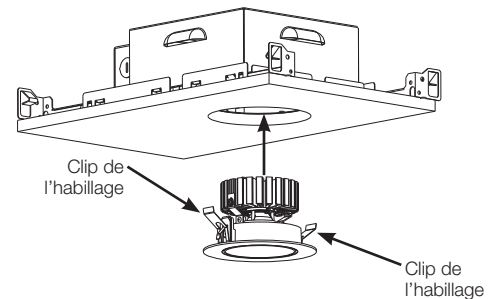

Figure 3
- Retirez le(s) écrou(s) papillon du support de fixation du pilote de DEL (**Figure 3**).